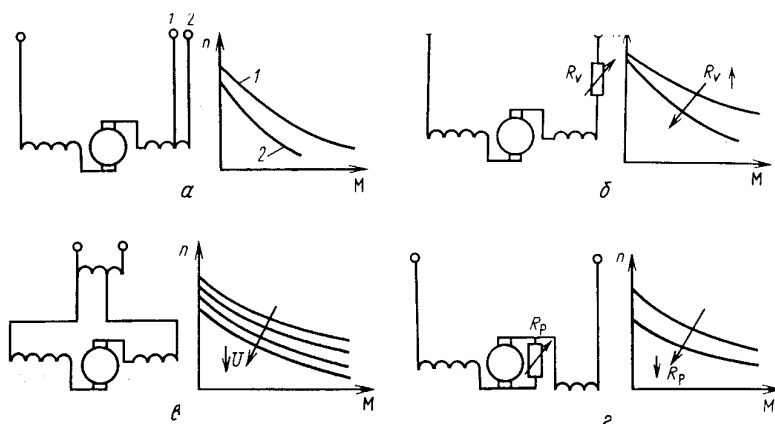

рис.16
**Регулирование частоты вращения.** Если в обмотке возбуждения сделать дополнительные выводы, то их переключением можно менять частоту вращения (рис.16,а). При уменьшении числа витков частота вращения увеличивается. Вторым способом является установка переменного резистора последовательно с обмотками двигателя (рис.16,б). При увеличении сопротивления резистора частота вращения двигателя уменьшается. Третий способ -
- использование регулировочного трансформатора (рис.16,в). Повышение напряжения питания приводит к увеличению частоты вращения двигателя. Четвертый способ - шунтирование переменным резистором обмотки якоря (рис.16,г). При уменьшении сопротивления резистора уменьшается и число оборотов. Этот способ хорош тем, что при сбросе нагрузки двигатель не идет вразнос.